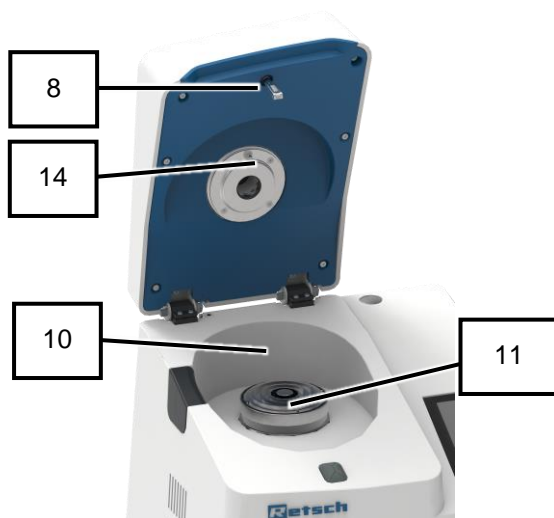

Fig. 57: Vano interno
5. Se montati, estrarre gli strumenti di macinazione (cassetta con relativo coperchio, setaccio circolare, rotore e disco a labirinto) dal vano interno (10).
6. Pulire il perno di chiusura (8) sotto il coperchio dell'apparecchio utilizzando un pennello (Fig. 57).
7. Pulire la termosonda (14) sotto il coperchio dell'apparecchio (2) e in prossimità dell'albero rotore (10) utilizzando un pennello (Fig. 57).
8. Pulire l'albero rotore (11) con un aspirapolvere (Fig. 57).
9. Pulire il vano interno (10) e il lato inferiore del coperchio dell'apparecchio (2) con un aspirapolvere (Fig. 57).
- ➔ Il vano interno (10) è pulito.